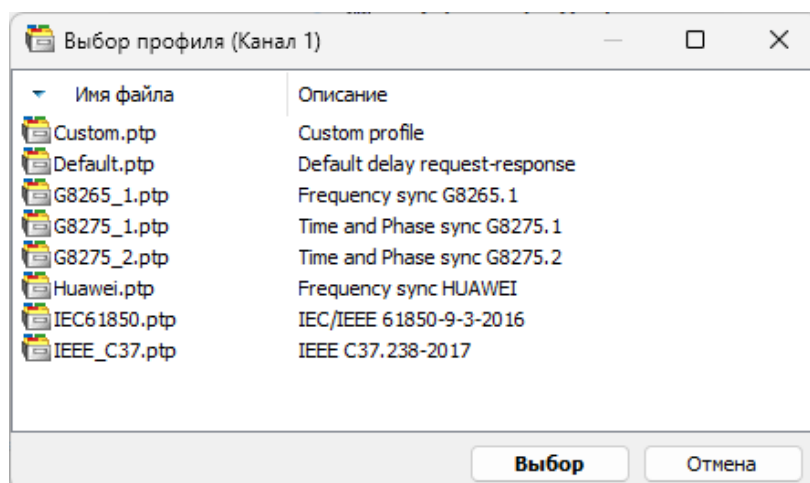

Рис. 1.32.
- набор конфигурационных параметров – «*Конфигурация*» (рис. 1.32).
Для установки стандартного набора конфигурационных параметров профиля выбрать команду «**Выбор профиля**» (Рис.1.32.), откроется окно Рис.1.32.